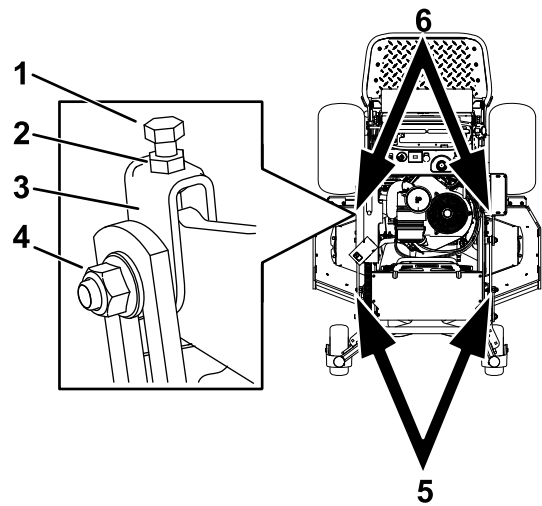

Bild 96
1. Lockern Sie die Klemmmutter und die seitliche Schraube in den Jochs, die Sie einstellen möchten (Bild 96).
2. Drehen Sie die obere Schraube der Jochs, um die Höhe des Mähwerks einzustellen (Bild 96).
5. Sollte die Einstellung nicht richtig sein, ermitteln Sie die zwei vorderen Jochs an der Maschine (Bild 96).